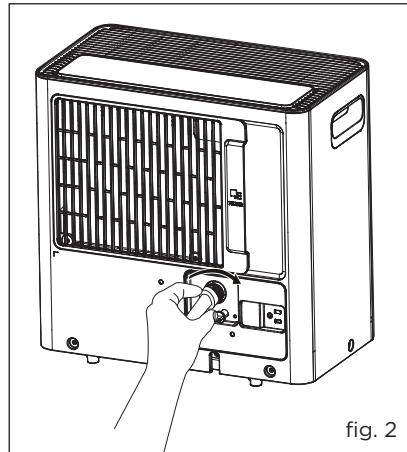

fig. 2
- d. Vissez le tuyau de jardin à la portion filetée du connecteur de purge. (fig. 2)